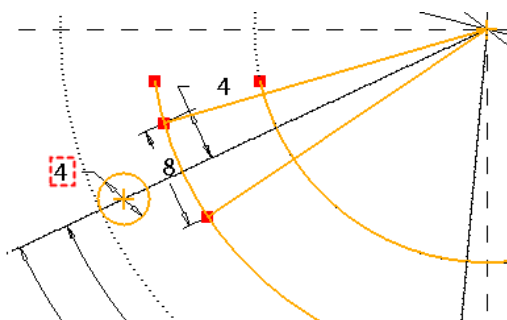

图 2-105 绘制小圆
- 单击 圆心和点 按钮，绘制直径为 $\phi 4$ 的小圆，如图 2-105 所示。